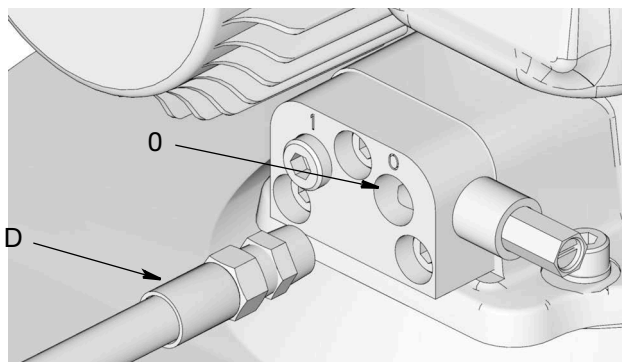

図 73: 潤滑剤出力接続
6. タイマーコントローラー (F) (使用する場合、ユーザーが用意) を接続します。
7. ベントバルブまたはマニフォールドの上にある潤滑剤出力接続部 (0) (図 73) に高圧潤滑剤供給ライン (D) を接続します。